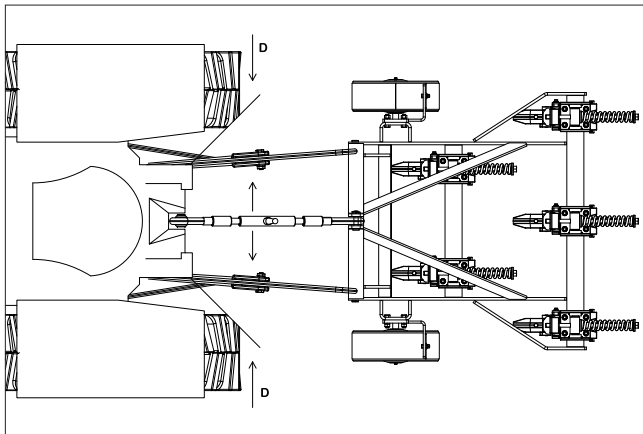

FIGURA 23
- Alinhe o engate superior do subsolador com 3º ponto do trator verificando se as distâncias "D" dos braços inferiores do hidráulico são iguais em relação aos pneus do trator conforme figura 23. Os braços inferiores devem estar nivelados um com o outro.